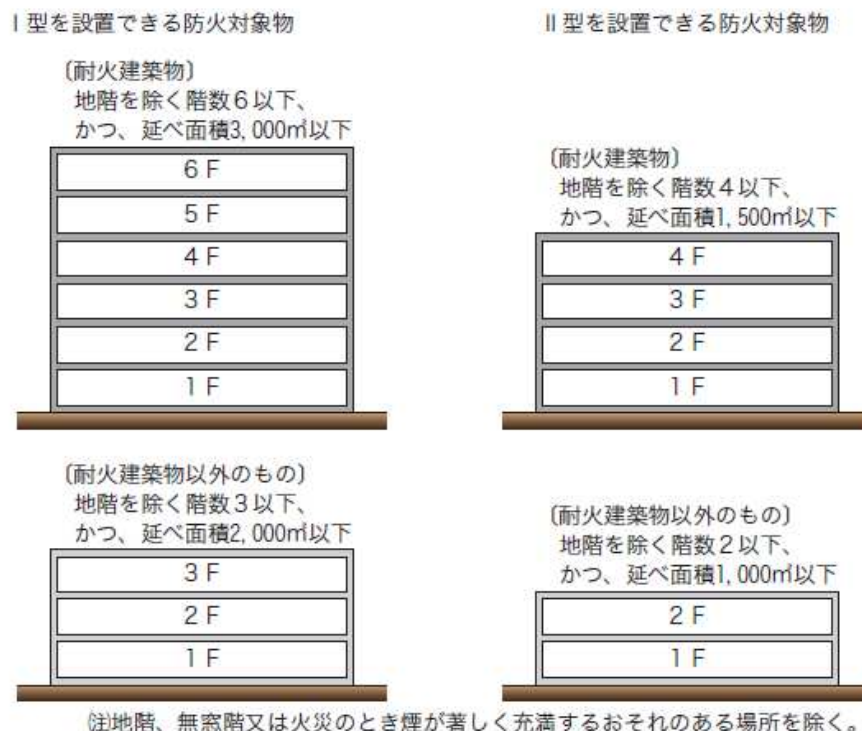

図 2
パッケージ型消火設備は、令第 11 条第 1 項第 1 号から第 3 号まで及び第 6 号に掲げる防火対象物又はその部分のうち、政令別表第 1 (1)項から(12)項まで若しくは(15)項に掲げる防火対象物又は同表(16)項に掲げる防火対象物の同表(1)項から(12)項まで若しくは(15)項に掲げる防火対象物の用途に供される部分であって、次に定めるもの（指定可燃物（可燃性液体類に係るものを除く。）を危政令別表第 4 で定める数量の 750 倍以上貯蔵し、又は取り扱うものを除く。）であって、次に掲げるもの（地階、無窓階又は火災のとき煙が著しく充満するおそれのある場所を除く。）に設置することができる。（パッケージ型消火設備告示第 3 関係。図 2 参照）